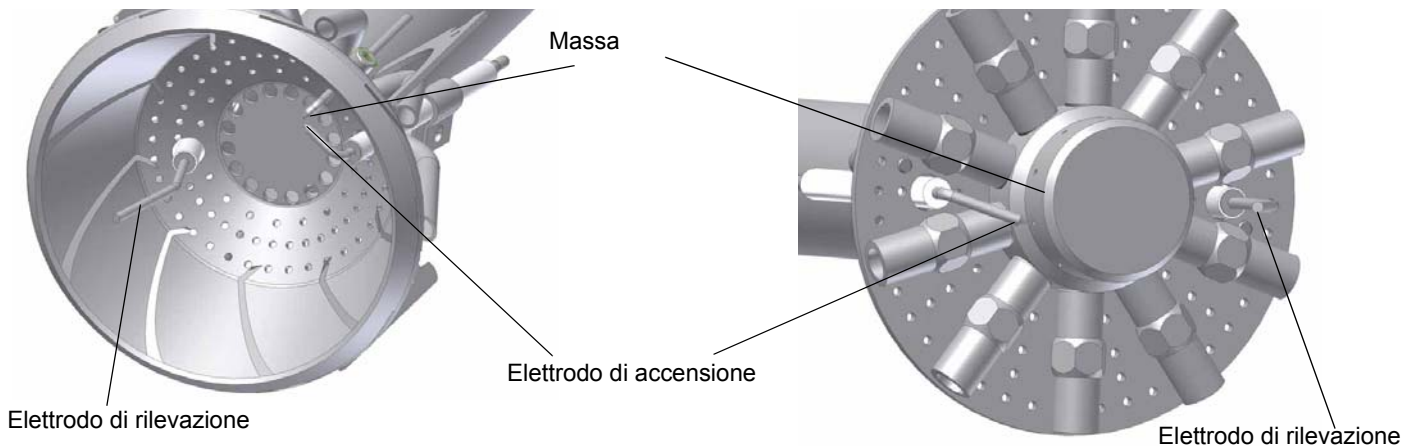
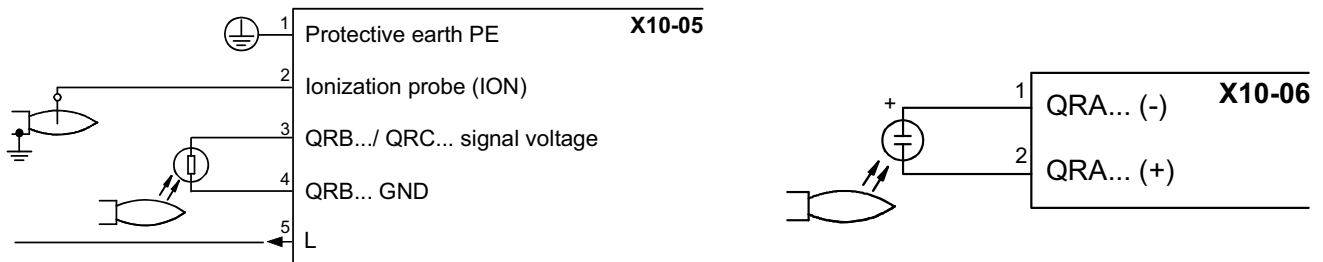

Fig. 50
Fig. 51
- Esame elettrodi di accensione e di rilevazione, pulizia, eventuale registrazione e se necessario sostituzione (vedi Fig. 50). In caso di dubbio verificare il circuito di rilevazione, dopo aver rimesso in funzione il bruciatore, seguendo lo schema in Fig. 51
Controllare che la distanza tra l'elettrodo di accensione e la massa sia di **4±5 mm**. (vedi Fig. 50).
Per misurare il segnale di rilevazione seguire lo schema in Fig. 51. Se il segnale è inferiore al valore indicato, verificare la posizione dell'elettrodo di rivelazione, i contatti elettrici ed eventualmente sostituire l'elettrodo di rilevazione.